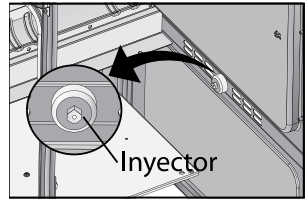

Figura 65.
- Visualice el inyector ubicado en la parte inferior del horno y con una llave de copa de 7 mm para los hornos L 60 y una llave de 8 mm para los hornos L 50 retire el inyector original e instale el inyector que compró usando un sellante de traba química fuerza media para evitar fugas (Ver figura 65).